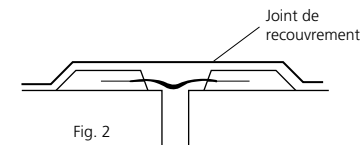

Fig. 2
- En zones circulées, la bande doit être collée avec **532 UTAREP H 80 C*** ou **533 UTAREP H 80 F*** et protégée par la mise en place d'un couvre-joint ou par réalisation d'une engravure (Fig. 2 et 3).